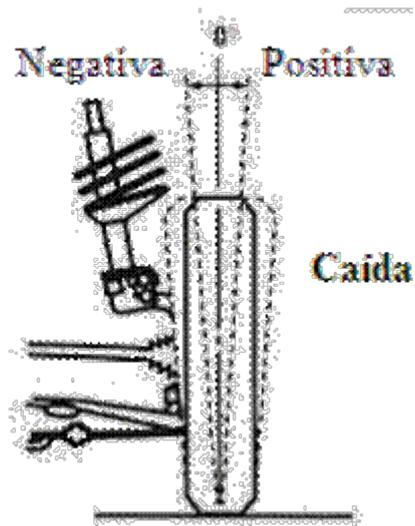

Fig. 35
**Camber.** Es la inclinación de la parte superior hacia fuera o hacia adentro. Cada vehículo tiene sus propios ángulos. Estos ángulos dependen del peso sobre cada una de las llantas delanteras y traseras, diseño y resistencia de muelles, espirales o barras de torque y otros factores. Fig. 35.